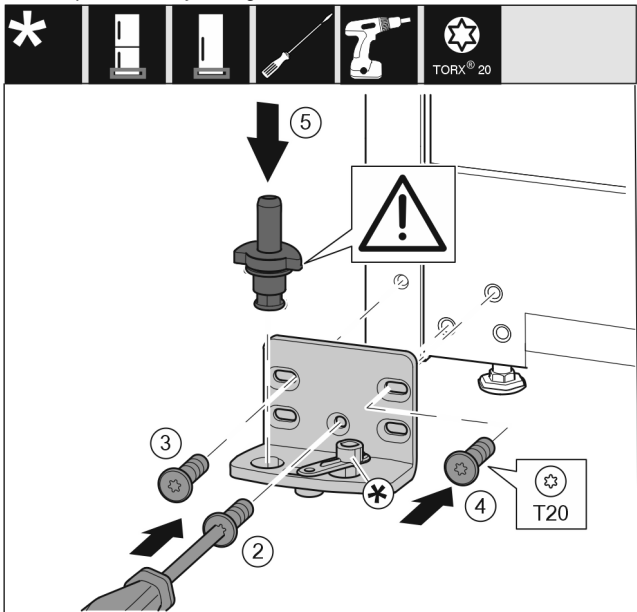

Fig. 14
- ▶ Ložiskovú konzolu nasadíte na druhú stranu a priskrutkujte ju pomocou skrutkovača T20. Začnite skrutkou 2 dole v strede. Fig. 14 (2)
- ▶ Pevne zaskrutkujte skrutku 3 a 4. Fig. 14 (3,4)
- ▶ Ložiskový čap úplne nasadíte. Dbajte pritom na to, aby zaistovací doraz ukazoval smerom dozadu. Fig. 14 (5)